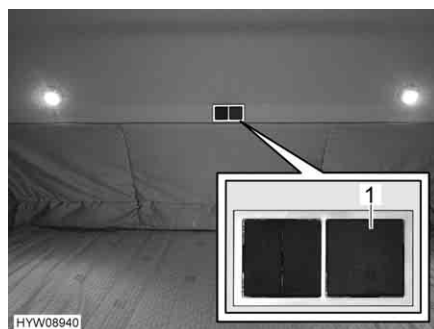

Fig. 85 Interruttore centrale (illuminazione)
L'interruttore centrale (Fig. 85,1) accende e spegne tutte le luci o una parte. È possibile memorizzare una determinata combinazione di luci come "scena". Questa combinazione sarà poi regolata tramite l'interruttore centrale.
- Premere brevemente l'interruttore centrale (Fig. 85,1). Vengono accese tutte le luci dell'abitacolo.
- Premere l'interruttore centrale (Fig. 85,1) per circa 10 secondi. Se le luci lampeggiano brevemente, significa che la "scena" è stata memorizzata correttamente.